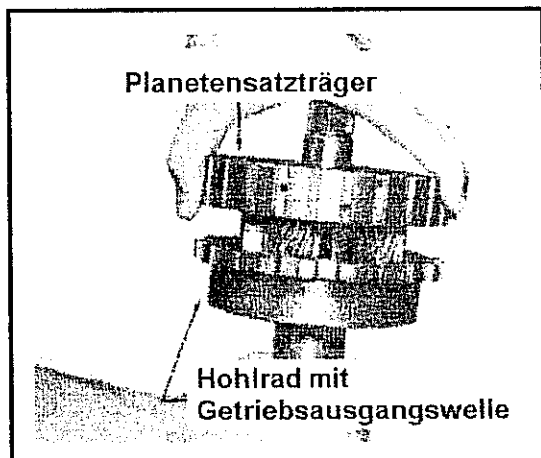

Abb. 10-118 Montage des Planetenradsatzträgers zum 2. Planetenradssatz, Getriebeausgangswelle
- Den Planetenradträger an der Baugruppe Hohlrad und Getriebeausgangswelle montieren. Siehe Abb. 10-118.